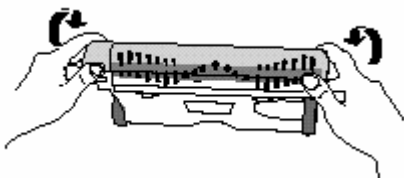

Fig. 8
4. Desmontar periódicamente la cubierta transparente de la escobilla giratoria del frente de la base del barredor y sacarle las acumulaciones de pelusa, pelos o fibras de la escobilla. Para sacar la cubierta, agarrarla de abajo y tirar de ella hacia arriba hasta que se desenganche de las ranuras de los costados y de las uñas de encima. (Fig. 8)